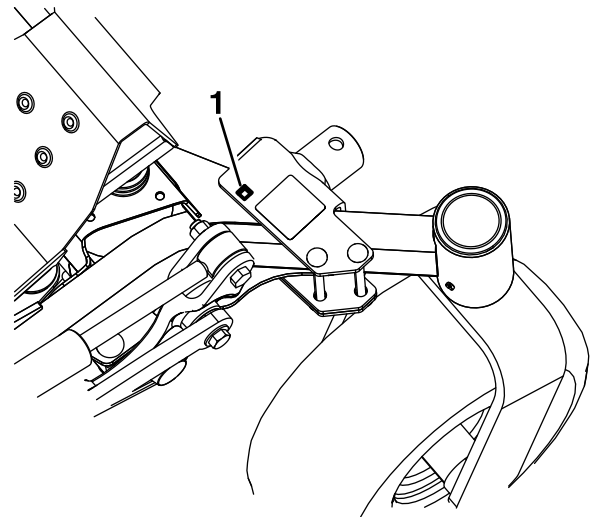

Figura 5
B. Usando el orificio superior del soporte del gato como guía, marque la posición del orificio del refuerzo y retire el soporte del gato (ver Figura 5). Perfore un orificio de $\frac{25}{64}$ " de diámetro a través de la parte superior del refuerzo del bastidor.
C. Repita los pasos 2 a 3. Instale el perno y la tuerca restantes en el orificio perforado en el paso Figura 5.